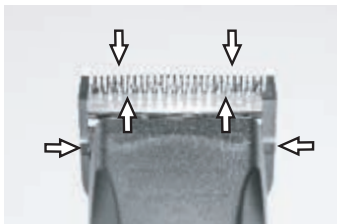

Fig. 24
För att uppnå ett bra klippresultat och för att öka klipprens och klipp huvudets livslängd måste du lägga på en tunn oljefilm mellan över- och underskåret (Fig. 24).
- ▶ Smörj skären tillräckligt mycket under klippningen (minst var femtonde minut), så att de inte torkar (Fig. 24).
Skären måste smörjas före, under och efter varje användning. När klipprens skär lämnar ränder eller går med lägre hastighet är det ett tecken på att det behövs olja. Lägga några droppar olja fram på och tvärs över klipp skären (se pilarna i fig. 24). Torka bort överskottsolja med en mjuk, torr trasa. Smörjsprayer innehåller inte tillräckligt mycket olja för att smörjningen ska bli bra, men kyler skären. Byt omedelbart skadade eller slöa skär för att undvika skador.